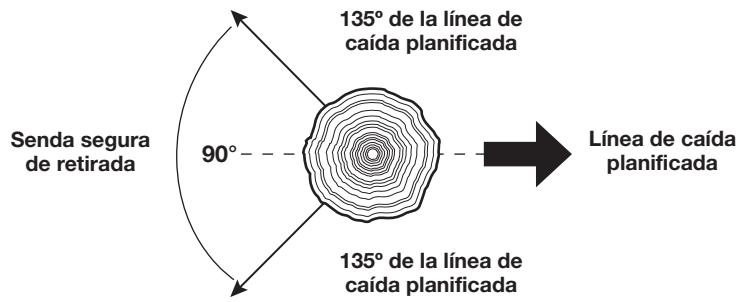

Fig. 10
- Determine una senda de escape rápida y segura. Despeje el área alrededor del árbol y compruebe que no haya obstrucciones que bloquen la senda de escape. Establezca un corredor de escape en un ángulo de 90° , aproximadamente a 135° de la línea de caída (Fig. 10).